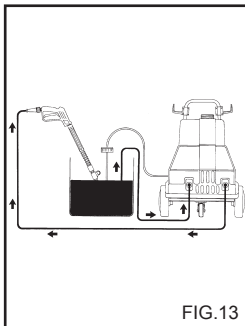

FIG.13
**OPERAÇÕES PARA A UTILIZAÇÃO DE PRODUTO ANTICONGELAMENTO. (fig. 13)**